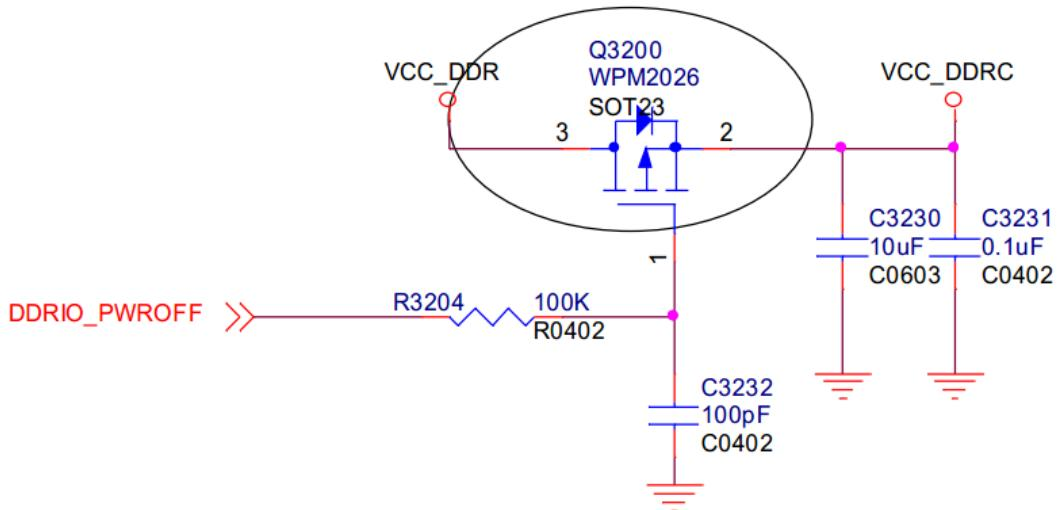

图 8-7
- VCC_DDRC 电源由 MOS 管控制，在休眠情况下关闭 VDDQ 供电以降低系统功耗，如图 8-7。
Nand Flash与eMMC Flash可以通过双Layout实现物料的切换，Layout结构如图8-7所示。eMMC芯片下方在铺铜时，焊盘部分需要增加铺铜禁布框，避免铜皮分布不均匀影响散热，导致贴片时出现虚焊现象。